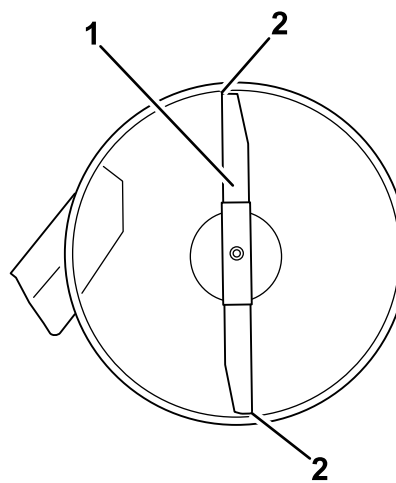

Figure 53
4. Faites pivoter les lames avec précaution pour faire passer les pointes avant à l'arrière (Figure 53).
5. Mesurez la distance entre la pointe de la lame avant et la pointe de la lame arrière par rapport à la surface plane (Figure 53). Si la pointe avant de la lame n'est pas de 1,6 à 7,9 mm plus basse que la pointe arrière, réglez le contre-écrou avant.
8. Une fois le réglage effectué, vérifiez à nouveau l'inclinaison avant/arrière des lames. Poursuivez le réglage de l'écrou jusqu'à ce que la pointe avant de lame soit de 1,6 à 7,9 mm plus bas que la pointe arrière (Figure 53).